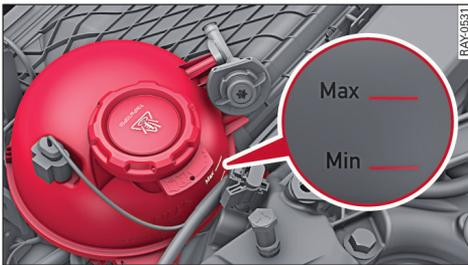

图 120 前舱：冷却液储液罐
- ▶ 从储液罐外察看冷却液液位。当冷却液冷态时，冷却液液位必须在标记 MIN（最低）和 MAX（最高）⇨ 图 120 之间。在新车上，冷却液液位在开始时可能略超过上部标记。
- ▶ 小心地将盖子 ⇨ 图 120 向左旋下 ⇨ ⚠。
- ▶ 按正确的混合比例（参见使用说明书中有关冷却液添加剂章节的内容）添加冷却液直到标记 MAX ⇨ 图 120。